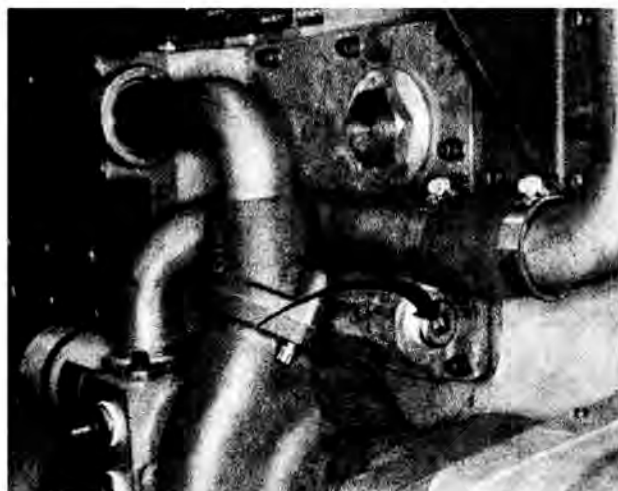
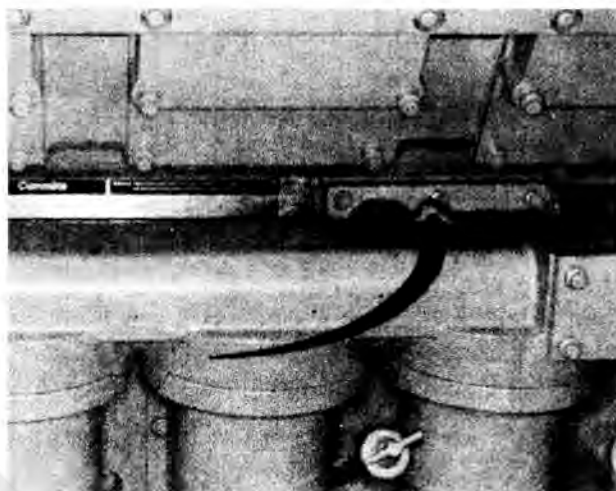

图 1-1 KT/KTA19 润滑系统注油点
图 1-2 KT/KTA38 和 KTA50 润滑系统注油点
2. 对于 KT/KTA19 型发动机，卸下机油冷却器壳前部的螺塞（图 1-1）。KT/KTA38 型发动机，卸下机油滤清器头部的螺塞（图 1-2）。